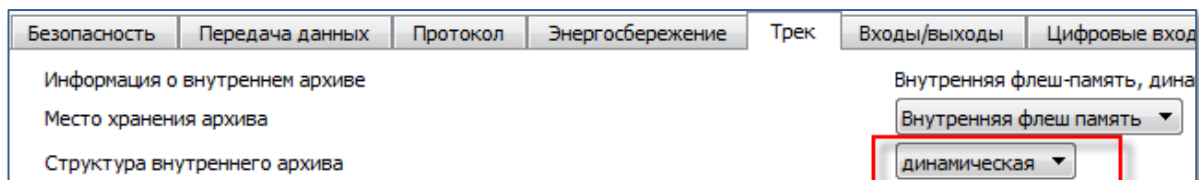

Рисунок 6. Настройка динамической структуры хранения архива
4. перейдите на страницу «Настройки» на вкладку «Трек», установите динамическую структуру хранения архива (Рис. 6);